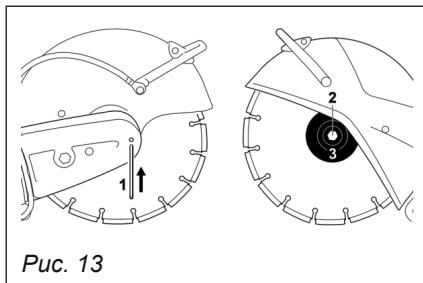

Рис. 13
1. Вставьте стержень (1) через отверстие в ременную защиту (рис. 13).
3. При помощи комбинированного ключа ослабьте и выкрутите шестигранный болт (2), рис. 13.
4. Снимите с вала переднюю прижимную шайбу (3) и диск (рис. 13).